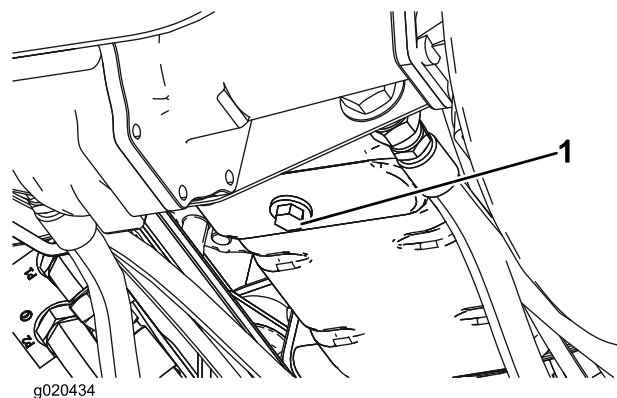

Bild 50
1. Entfernen Sie die Ablassschraube (Bild 50) und lassen Sie das Öl in die Auffangwanne ab. Schrauben Sie die Ablassschraube wieder ein, nachdem das Öl abgelaufen ist.